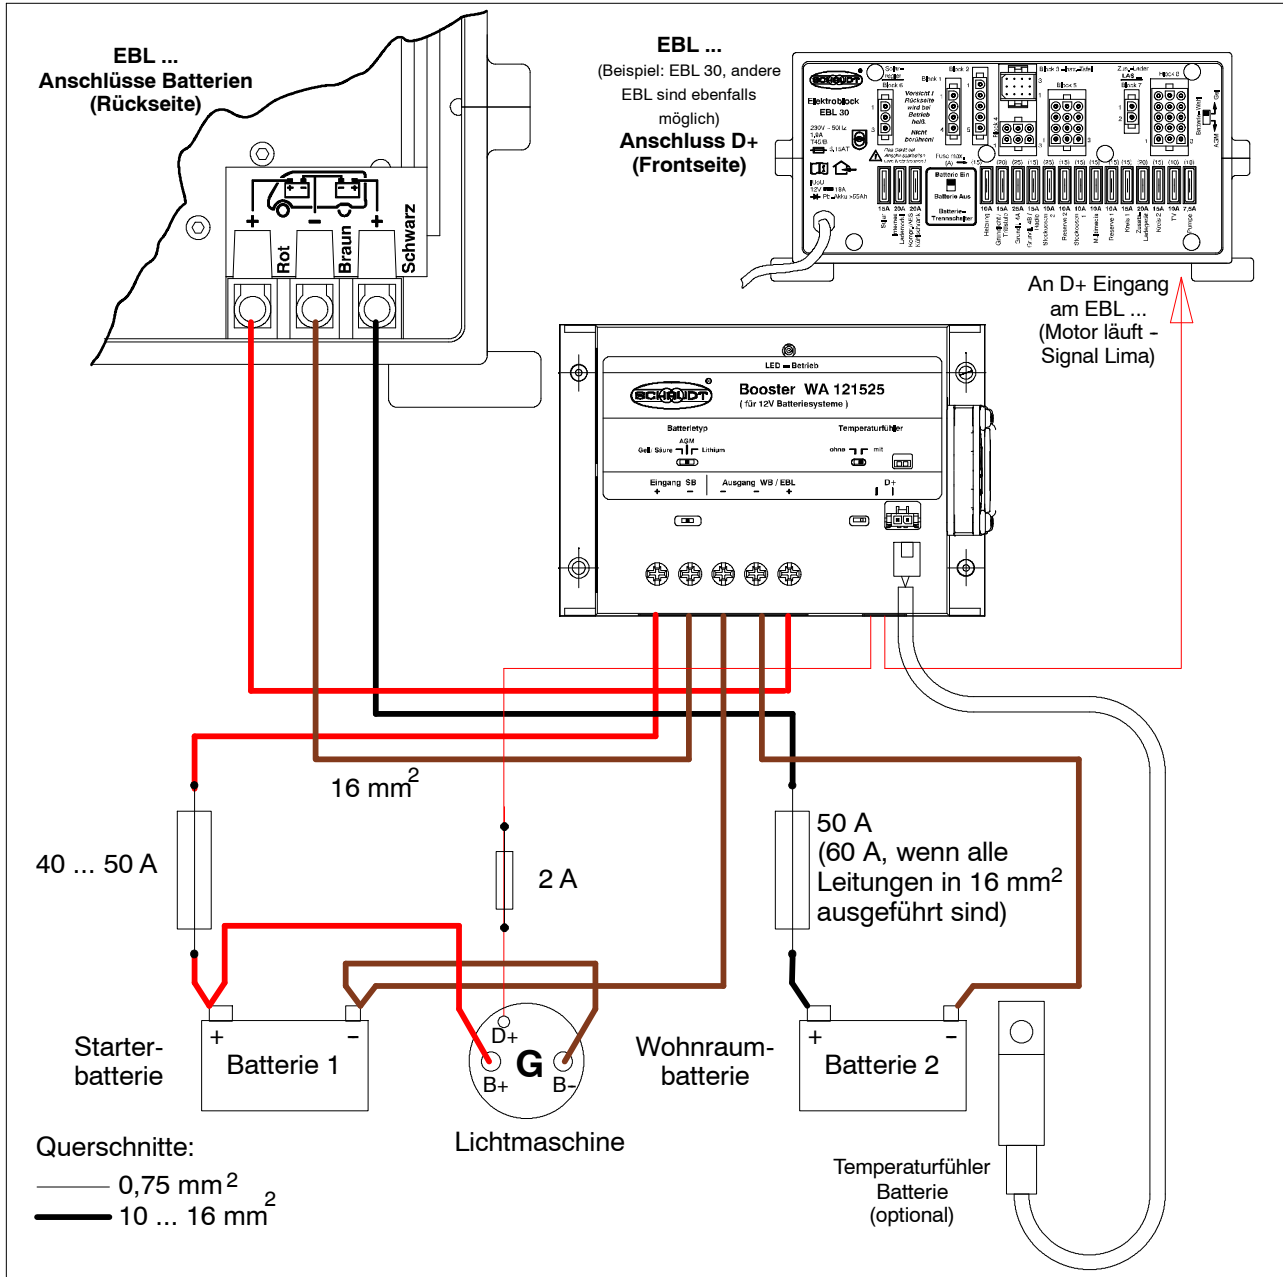
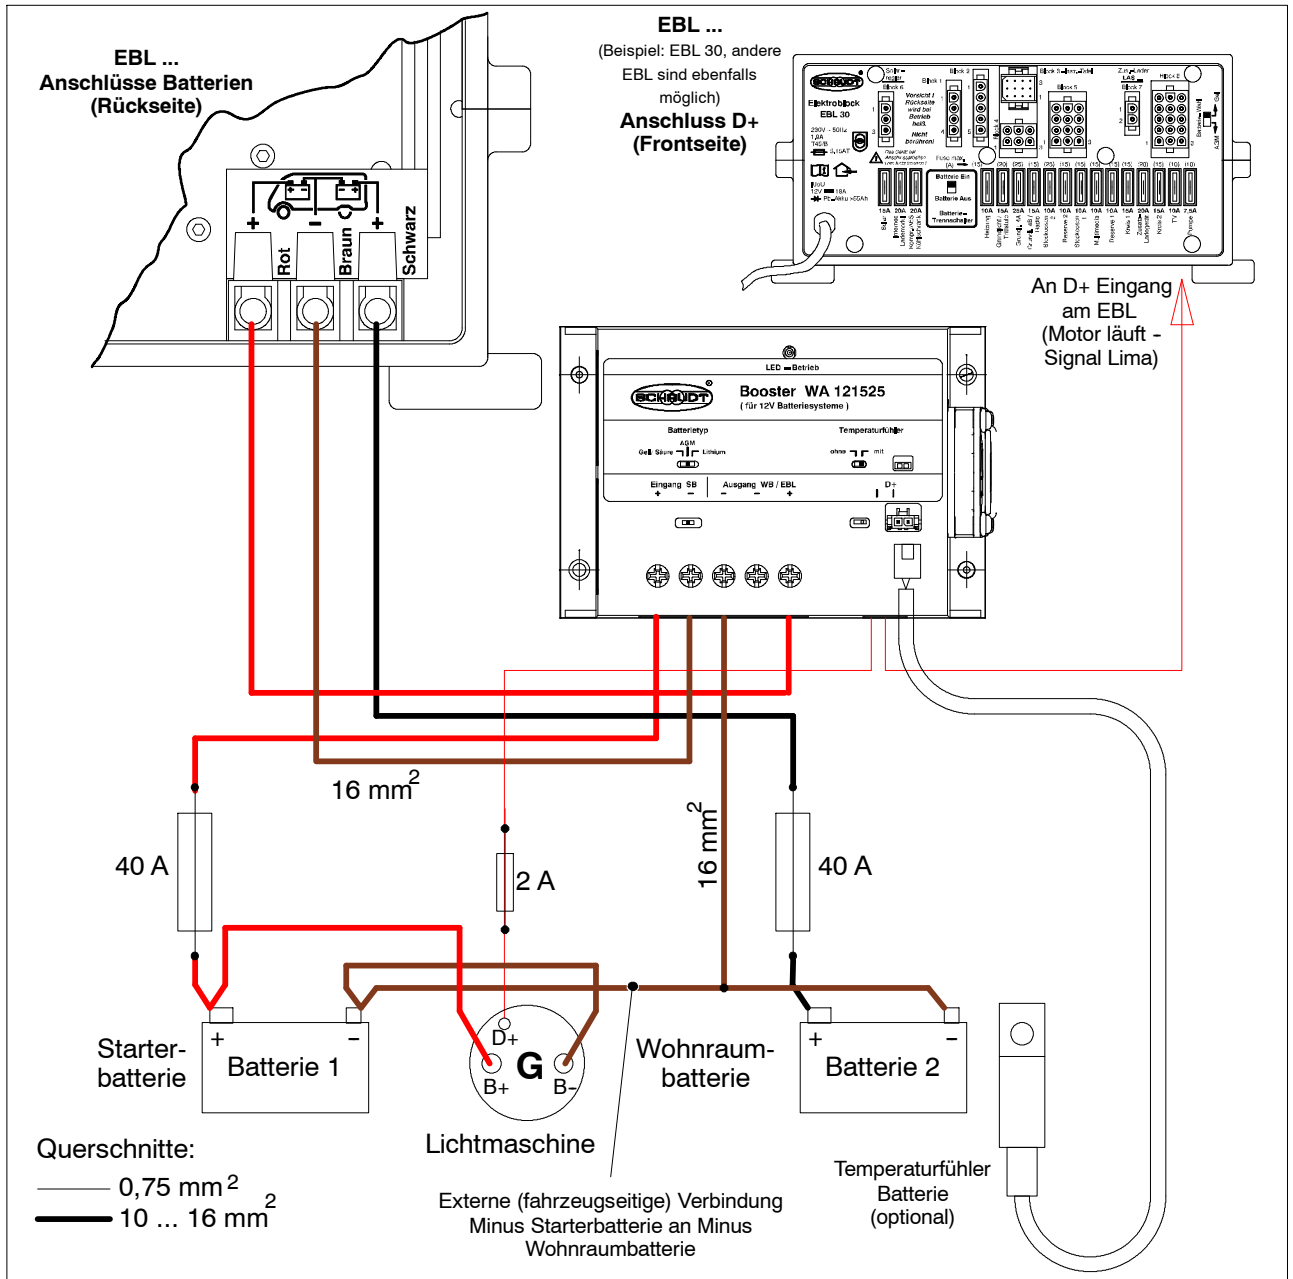

Bild 2 Fahrzeuge mit Schaudt EBL ... - Masseverbindung am Booster
Bild 3 Fahrzeuge mit Schaudt EBL ... - externe Masseverbindung
- ▶ Alle Kabelverbindungen gemäß Bild 2, 3 oder 4 herstellen. Dabei auf erforderliche Kabelquerschnitte und auf den richtigen Einbau der Sicherungen achten. Sicherungen noch nicht in die Sockel einsetzen.
Bei Fahrzeugen, in denen die Verkabelung gemäß Bild 2 erfolgen kann, ist es zwingend erforderlich, dass die Masseverbindung zwischen der Wohnraumbatterie und der Starterbatterie am Booster erfolgt. Die beiden Batterien dürfen nicht direkt (z. B. innerhalb der Fahrzeugverkabelung) verbunden sein. Ist das der Fall, **muss** die Ausführung gemäß Bild 3 erfolgen.
Ist die Masseverbindung der beiden Minuspole fest durch das Fahrzeug geführt, und erfolgt an dieser Masseverbindung nur ein Abgriff zum Booster, sieht die Verkabelung wie in Bild 3 dargestellt aus.